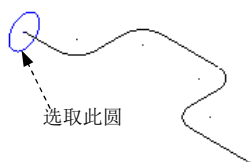
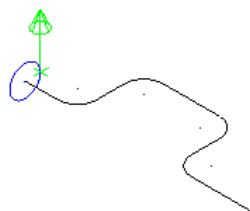

图 7.2.29 定义扫描外形轮廓
图 7.2.30 选取方向
Step3. 定义扫描外形轮廓。选取图 7.2.29 所示的圆, 此时系统会自动为所选取的图素添加方向, 如图 7.2.30 所示; 单击  按钮完成扫描外形轮廓的定义, 此时系统再次弹出